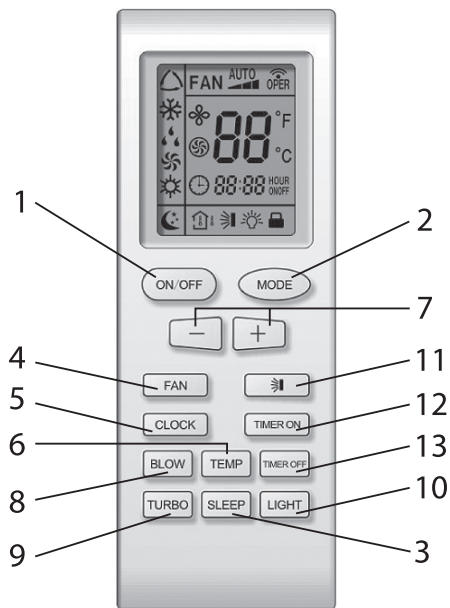

Рис. 5.1
5.1 Пульт управления кондиционеров моделей GWH07MA-K3NNA4A, GWH09MA-K3NNA4A, GWH09MA-K3NNB8A, GWH12MB-K3NNA4A, GWH12MB-K3NNB8A, GWH18MC-K3NNA4A и GWH24MD-K3NNA4A (Рис. 5.1)
- Для управления кондиционера применяется беспроводной инфракрасный дистанционный пульт (рис. 5.1).
- Комментарии к рис. 5.1 см. таблицу 5.1.